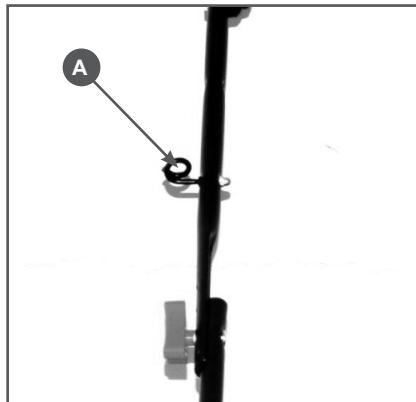

Рис.4 Установка шнура стартера
- Шнур стартера пропустите через кронштейн на верхней части рабочей рукоятки (Рис. 4).